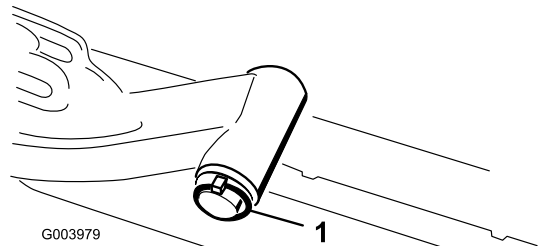

**Figura 10**
8. Per gli elementi di taglio anteriori, infilate un elemento di taglio sotto il braccio di sollevamento mentre inserite l'albero del telaio portante nella forcella del braccio di sollevamento (Figura 10).
- B. Inserite la forcella del braccio di sollevamento nell'albero del telaio portante (Figura 10).